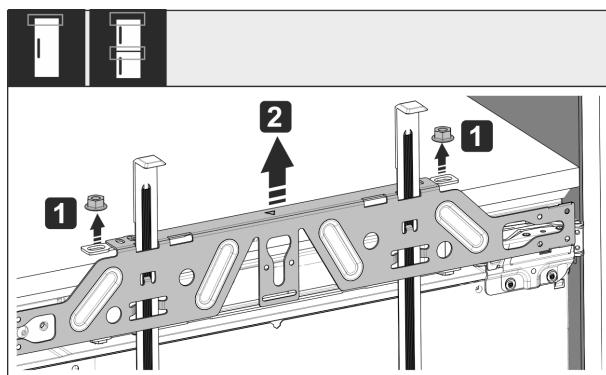

Fig. 44
- 松开锁紧螺母 Fig. 44 (1)。
- 取下安装横梁 Fig. 44 (2)。